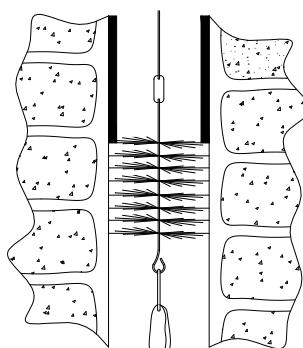

Fig. 1
- b) Una volta smontato il deflettore, è possibile accedere alla canna fumaria. Pulire il tubo della canna fumaria servendosi di una spazzola con un peso come illustrato nella Fig. 1.